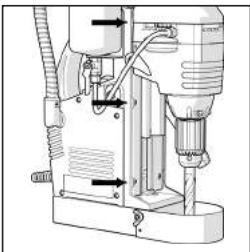

Fig. 15
**Nota:** Los tornillos de ajuste y bloqueo están situados a lo largo del borde izquierdo del desplazamiento principal de la máquina.(Fig. 15)